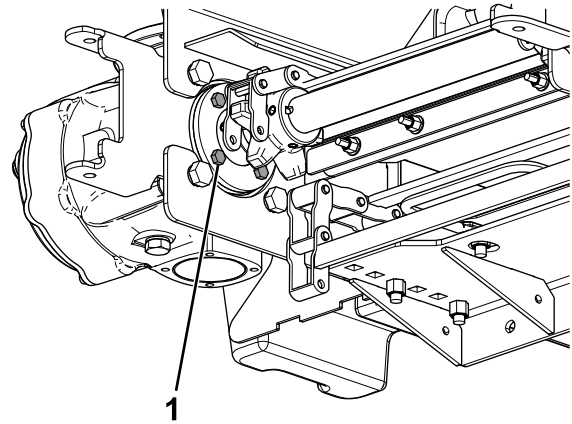

**Bild 23**
10. Befestigen Sie die zuvor entfernte Halterung der Zapfensicherung und das neue Lager mit vier Schrauben (1/2" x 2") und zwei Nylon-Sicherungsmuttern (1/2") an der rechten Seite der Abdeckung der Stahlbolzenkette, wie in Bild 23 dargestellt.